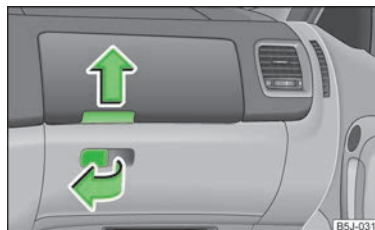

Fig. 65
- Tirar del tirador de la tapa en el sentido de la flecha » fig. 65 y abatir ésta.